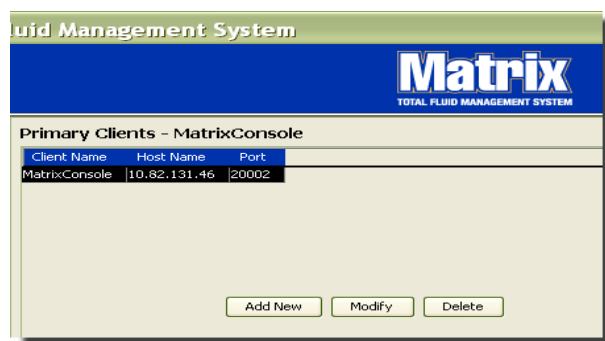

FIG. 79
- Om extra Primaire clients toe te voegen, selecteert u de knop Nieuw toevoegen (FIG. 79).